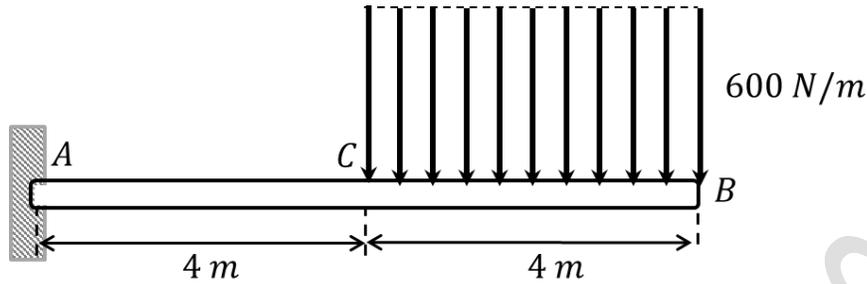

Fig. 7.7.
7.4.- Una viga empotrada de peso 1200 (N) está cargada por una fuerza distribuida rectangular como se muestra en la Fig. 7.7. Determinar un sistema equivalente entre el peso de la viga y la carga distribuida y continuación calcule las reacciones en A.